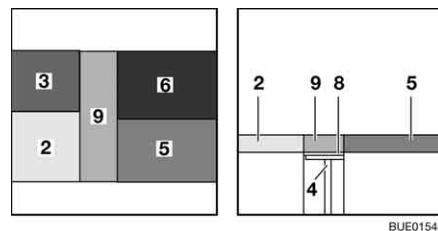

Fig. 144 Depois da transformação
- Coloque o estofa do encosto (Fig. 144,6) perante o estofa do assento (Fig. 144,5) sobre a mesa.
- Coloque o estofa adicional (Fig. 144,9) entre o banco e o Vario-Seat.
- Coloque o estofa do encosto (Fig. 144,3) perante o estofa do assento (Fig. 144,2) sobre o prolongamento Vario-Seat.